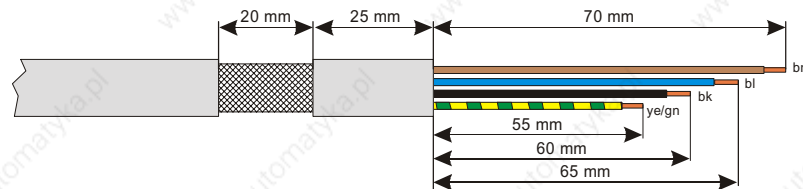

Fig. 6-1 Preparazione dei cavi
2. Preparare il cavo del motore lato apparecchio conformemente alla fig. 6-1 ed applicare le boccole sulle estremità dei conduttori.
4. Fissare il morsetto ad innesto sulla piastra anteriore (pos.11).